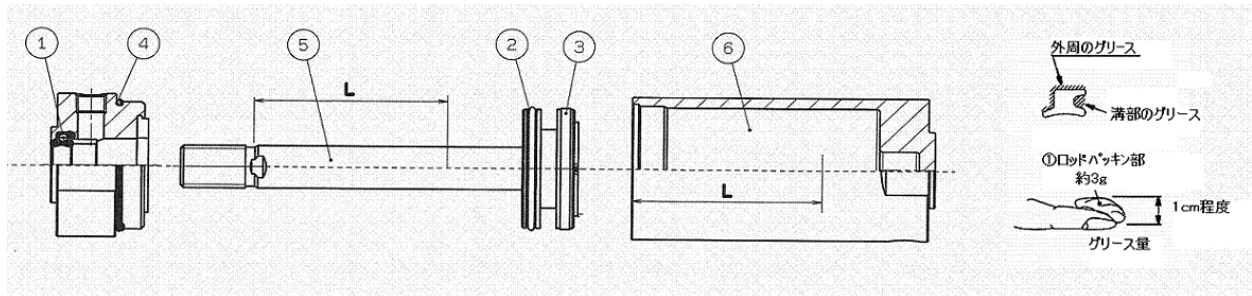

図 8. グリース塗布位置
シリンダの各部品には図 8 の各部分にグリースを塗布しますが、100 ストロークのシリンダ 1 本に付表 9 の量が必要です。目安としては人差指ですくった程度が約 3(g)です。
1) ロッドパッキン(図 8, ①)
2) ピストンパッキン (図 8, ②)
3) チューブガスケット (図 8, ④)